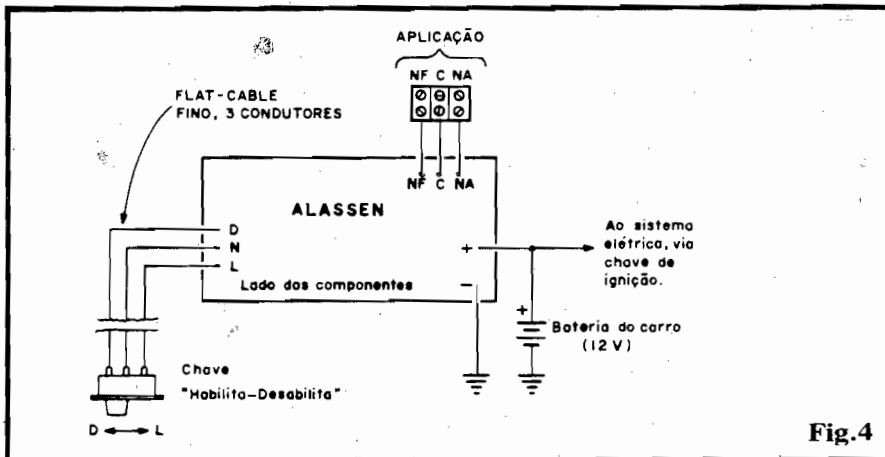
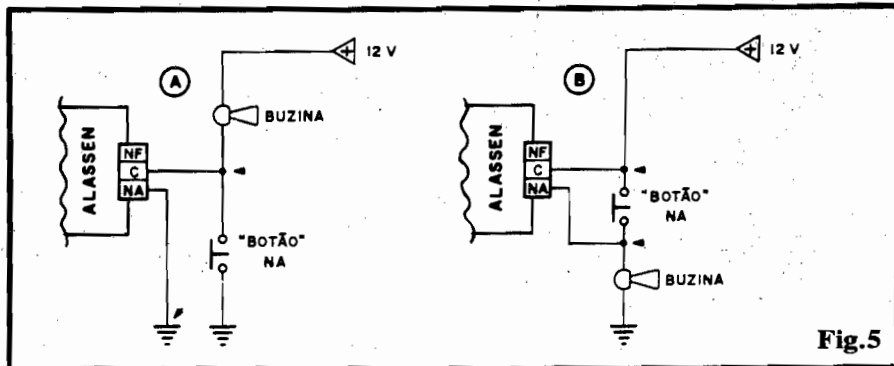

Fig.4
Fig.5
- **FIG. 4 - CONEXÕES BÁSICAS, EXTERNAS À PLACA** - Conforme foi dito, a instalação do ALASSEN é muito simples (e esse foi o próprio requisito básico de criação do projeto...). Inevitavelmente tal proposta determina que as (poucas) conexões externas à placa sejam também simples e diretas... A figura mostra o Impresso ainda pelo lado não cobreado (como na fig. anterior), enfatizando as ligações periféricas... Observar as conexões à chavinha L-D, que podem ser feitas com cabinho fino, isolado, ou até com um multicabo de três vias, aos pontos D-N-L da placa. As conexões de alimentação (+) e (-) também podem ser feitas com fios finos, já que a Corrente total demandada pelo circuito é muito baixa. Recomenda-se usar a codificação/padrão, de cabo **vermelho** para o **positivo** e **preto** para o **negativo**. Aproveitem para confirmar que a alimentação para o ALASSEN deve ser "puxada" diretamente da bateria, sem a inter-
- **FIG. 5 - A UTILIZAÇÃO DOS TERMINAIS DE SAÍDA** - Feita a (simples) instalação básica, "nos conformes" da fig. 4, resta aproveitar bem os contatos de aplicação do relê... Para o disparo intermitente da buzina, durante a Temporização do ALASSEN, um dos dois métodos propostos na figura (A ou B) deve ser usado... O caso 5-A refere-se à buzina na qual "um lado" do próprio "botão" de acionamento normal encontra-se "aterrado"... As duas setinhas pretas mostram as conexões a serem feitas... Em alguns casos (principalmente com buzinas tipo "sirene eletrônica",